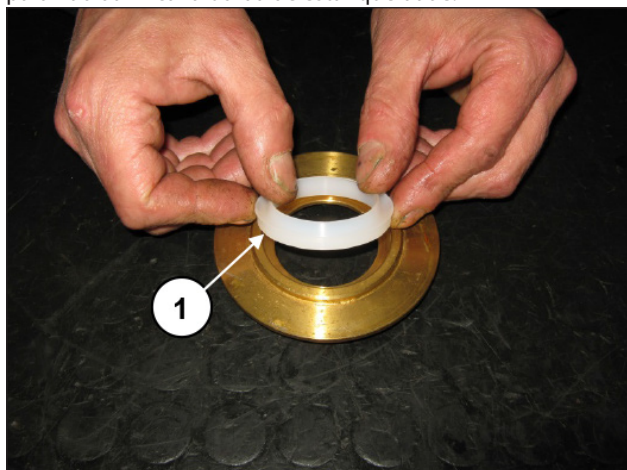

Fig. 121
Calibre os parafusos com chave de torque, conforme indicado no parág. 3 "CALIBRAGEM DO APERTO DOS PARAFUSOS". Monte o raspador no respectivo suporte (pos. ①, Fig. 121), se necessário, com a ajuda de uma tampa, prestando atenção para não danificar a borda de estanqueidade.